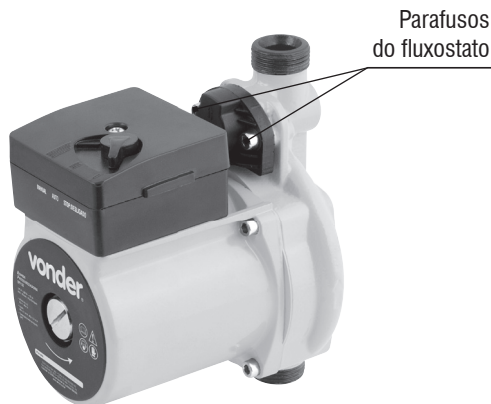

Fig. 10 – Retirando os parafusos do fluxostato
- b) Retire os parafusos do fluxostato (fig. 10)